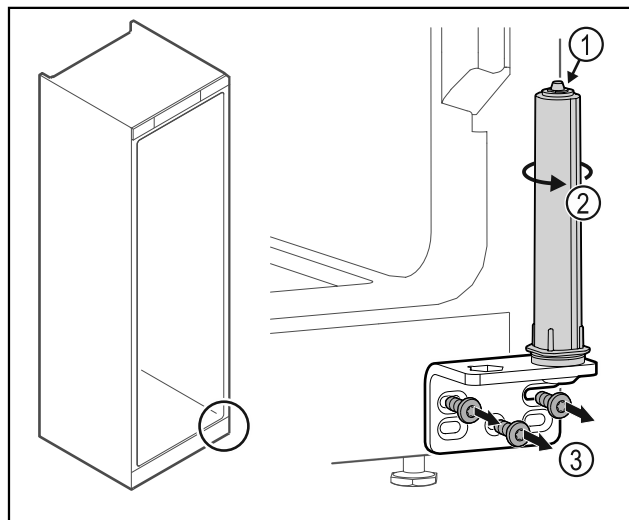

Fig. 31
- Ne rastavljajte sustav zatvaranja vrata Fig. 31 (1).
- Okrećite sustav zatvaranja Fig. 31 (2) dok ne klikne.
- Odvrnite kutne šarke Fig. 31 (3).